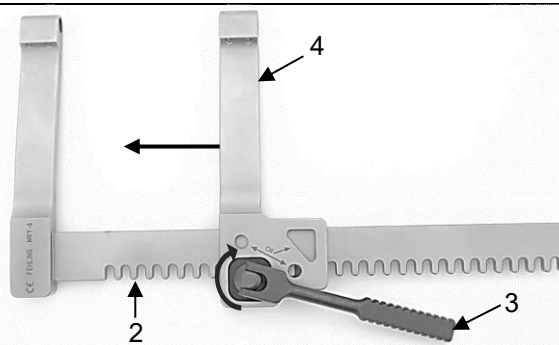

Fig. 17
Genom att vrida drivspaken (3) medurs förs den rörliga spridararmen (4) på kuggstången (2) inåt mot den fasta spridararmen (1) (fig. 17).